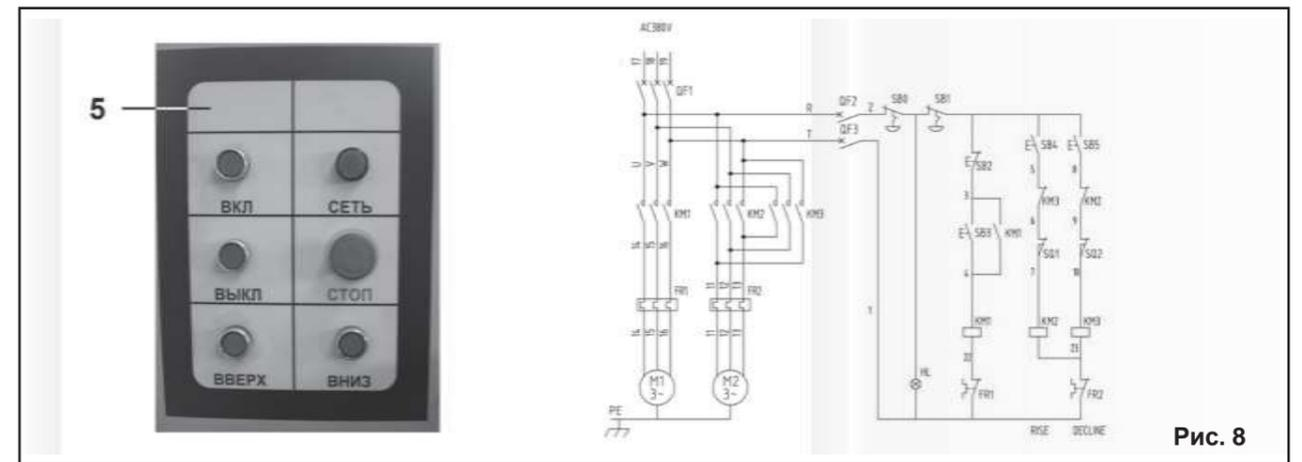

Рис. 8
8.3.1. Для включения станка (Рис. 8, таблица 3):
## 9. ВКЛЮЧЕНИЕ И ВЫКЛЮЧЕНИЕ СТАНКА (Рис. 8)
9.1.1. Станок оборудован электромеханическим блоком управления (5) (Рис. 8).
Для включения станка необходимо: нажать кнопку «ВКЛ» (Рис. 8).
- нажатием красной кнопки «ВЫКЛ» (Рис. 8).
- нажатием красной кнопки «СТОП» на блоке управления (5) (Рис. 8)
10.10.2. Положите параллельно два деревянных бруска одинаковой толщины на обе стороны стола (8), нажмите кнопку «ВВЕРХ» подъема стола (Рис. 8) на блоке управления (5) и затем отрегулируйте точно вручную подъем стола (8) при помощи маховика (3)